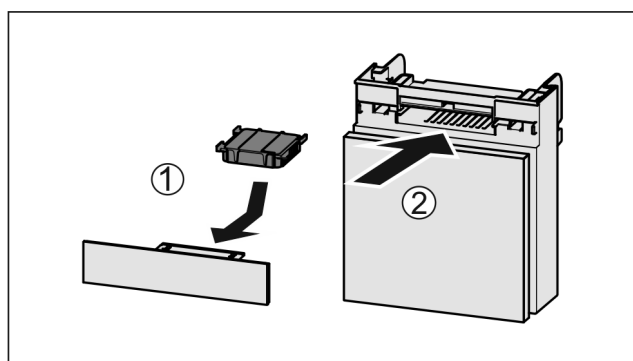

Fig. 182
- Umetnite filtir s aktivnim ugljenom kao što je prikazano na slici Fig. 182 (1).
- Umetnite pretinac Fig. 182 (2).